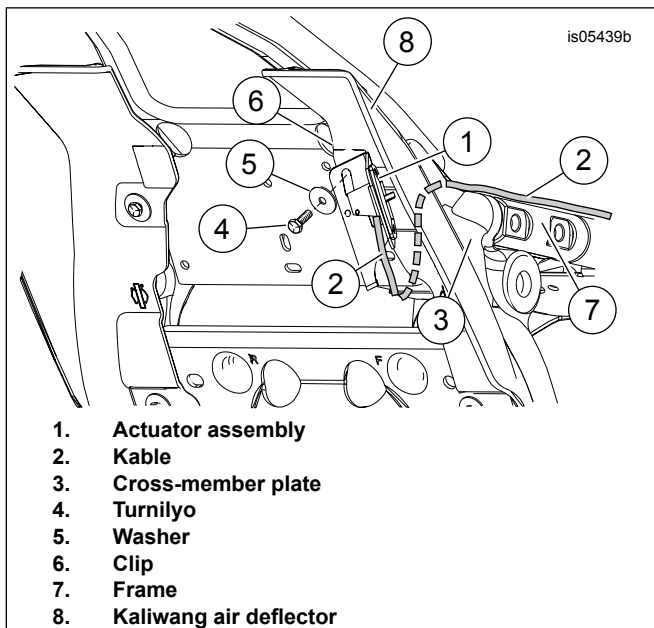

Figure 9. Pagkakabit ng Actuator Assembly na may Mid-Frame Air Deflector
12. **Mga Modelong may Mid-Frame Air Deflector:** Tingnan ang Figure 9 .
a. I-slide ang flat na panig ng actuator assembly (1) sa likod ng mga kable ng spark plug.
c. Ipirmi sa posisyon gamit ang turnilyo (4) at washer (5). Higpitan.